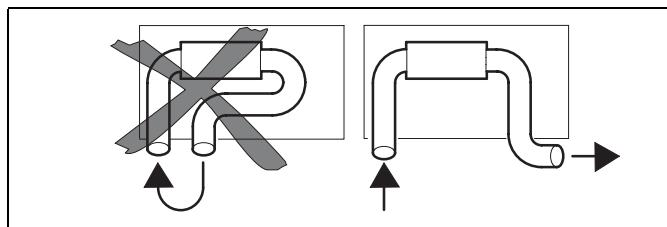

Fig. 7: Värmeluftintag och värmeluftutsläpp
- Luftkortslutning mellan värmeluftintag och värmeluftutsläpp (Fig.7).